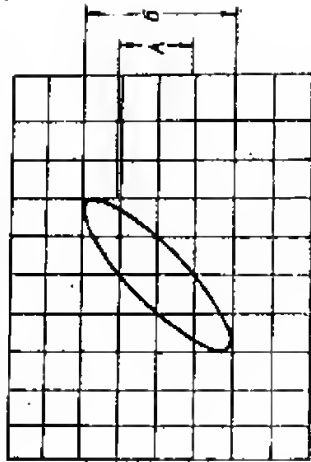

Рис. 9. Измерение разности фаз (X—Y).
- измерьте расстояние А и Б, как показано на рис. 9. Расстояние Б — максимальное отклонение по вертикали;